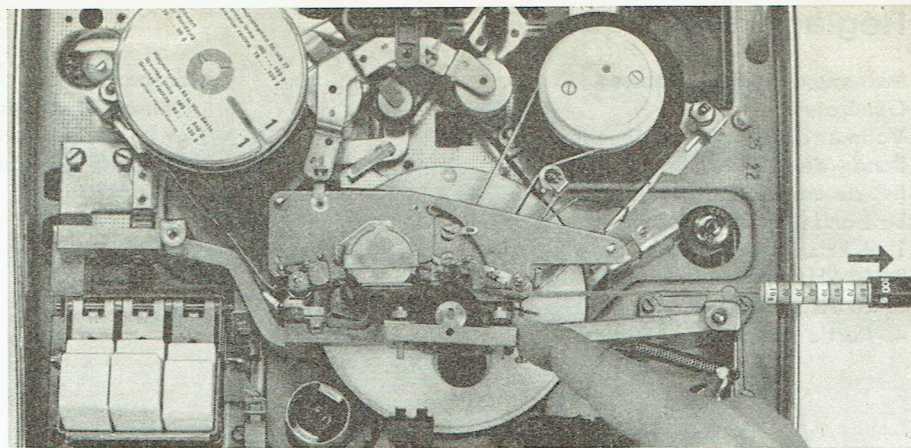

Fig. 1 Mesure de la traction de bande
1. Traction de la bande (fig. 1)